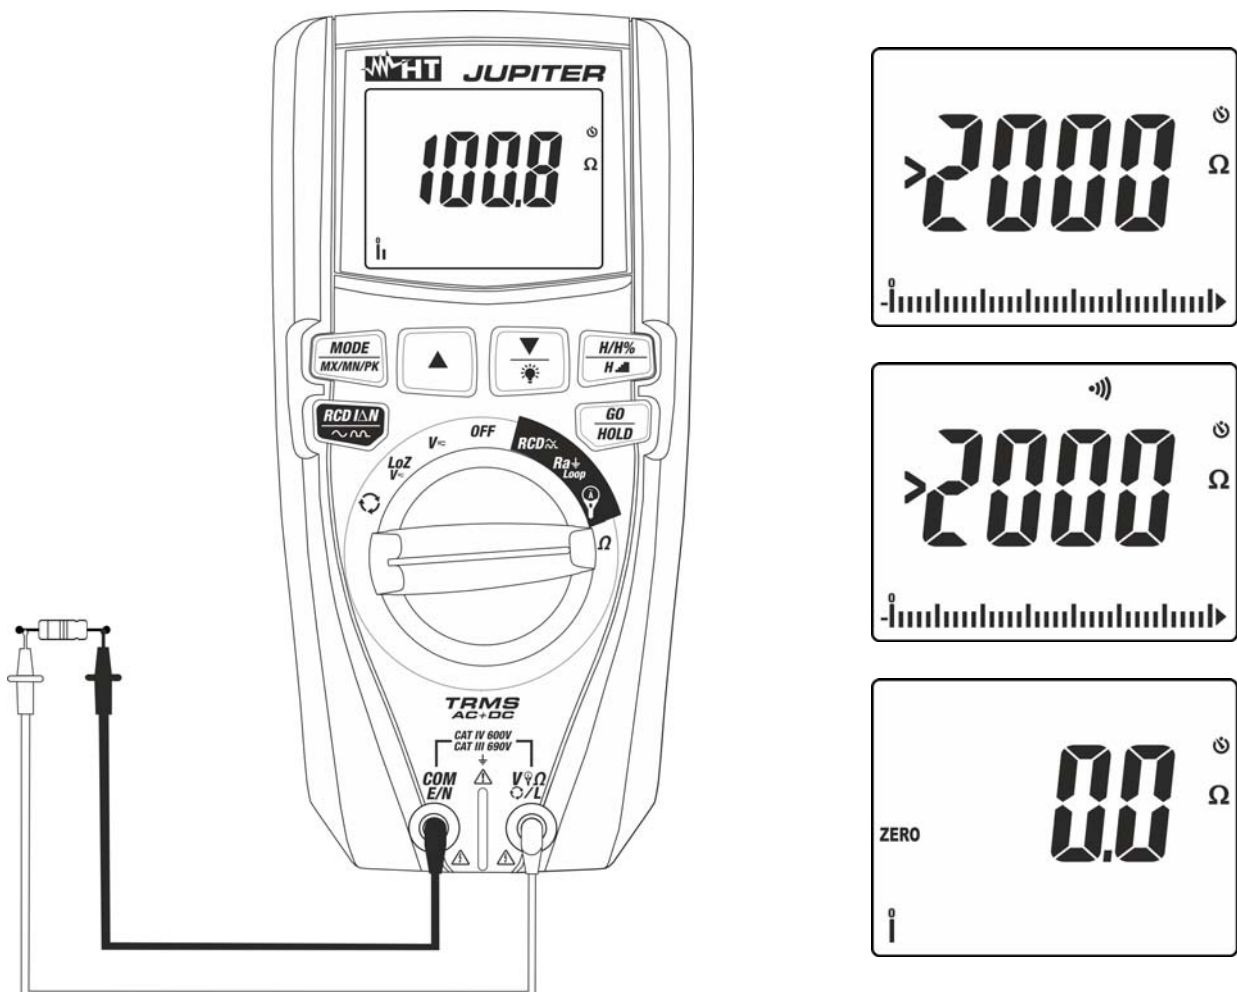

Abb. 11: Verwendung des Gerätes für Widerstandsmessung und Durchgangsprüfung
4. Verbinden Sie die Messleitungen mit den gewünschten Messpunkten des zu messenden Kreises (siehe Abb. 11). Der Widerstandswert erscheint auf dem Display.
5. Wenn im Display die Meldung ">2000 $\Omega$ " erscheint (siehe Abb. 11), ist der höchste messbare Wert erreicht worden.